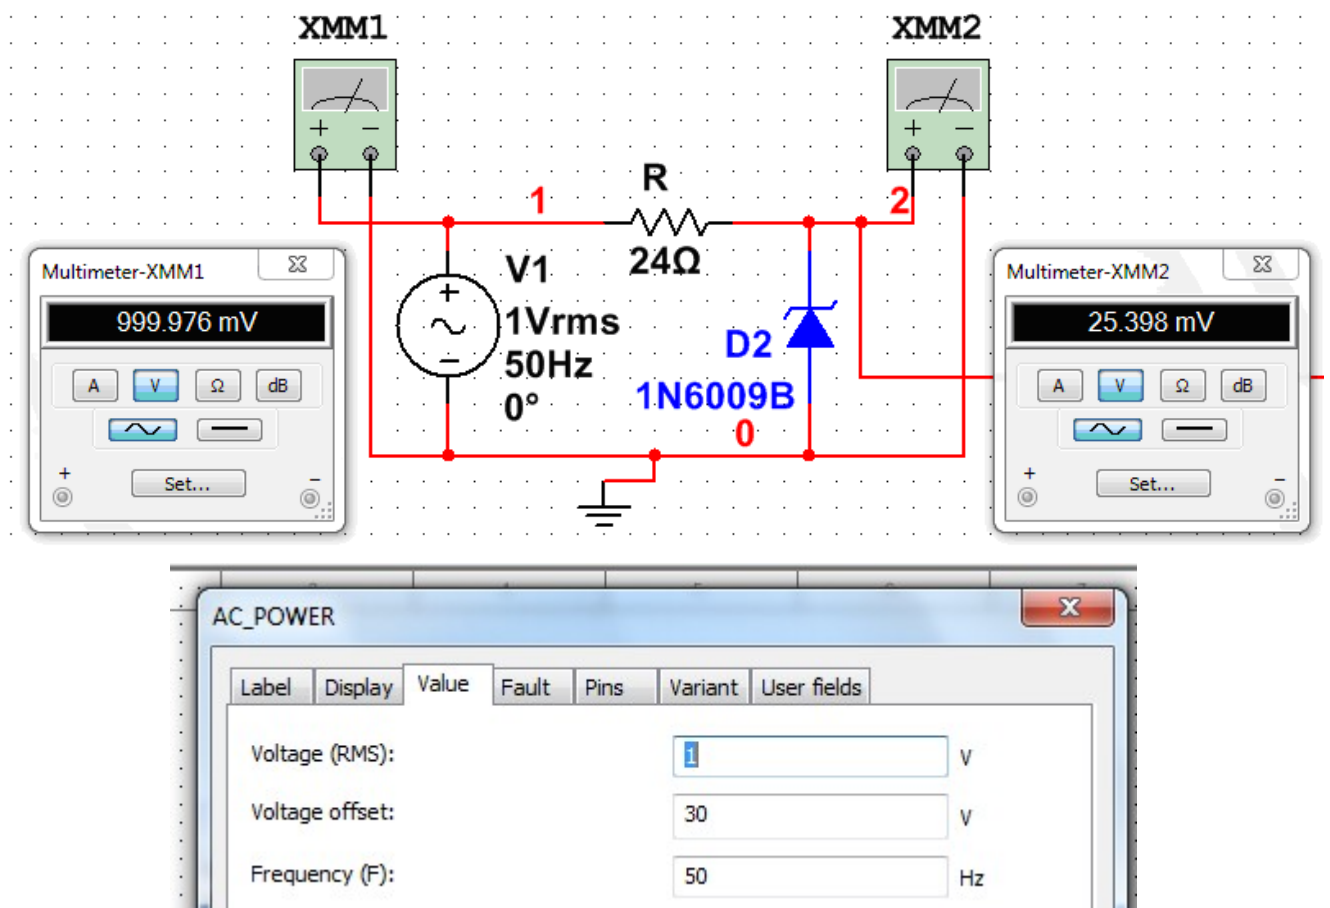

Рис. 16.
3. Складіть схему параметричного стабілізатора напруги (рис. 16). У параметрах джерела змінної напруги AC Power V1 задайте постійну складову напруги *Voltage offset* дещо більшою за напругу стабілізації, середньоквадратичну величину коливань *Voltage (RMS)* порядку десятих долей Вольт (не більше 1В), опір резистора R розрахуйте за законом Ома: $R = (V_1 - V_{CT}) / I_{CT}$.
маємо як результат. Для вибору вихідної величини служить наступна закладка (Output, рис.16).